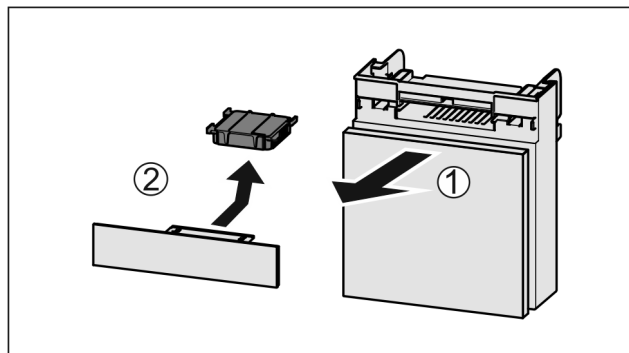

Fig. 138
- Издърпайте Fig. 138 (1) напред от отделениято.
- Извадете Fig. 138 (2) филтър с активен въглен.